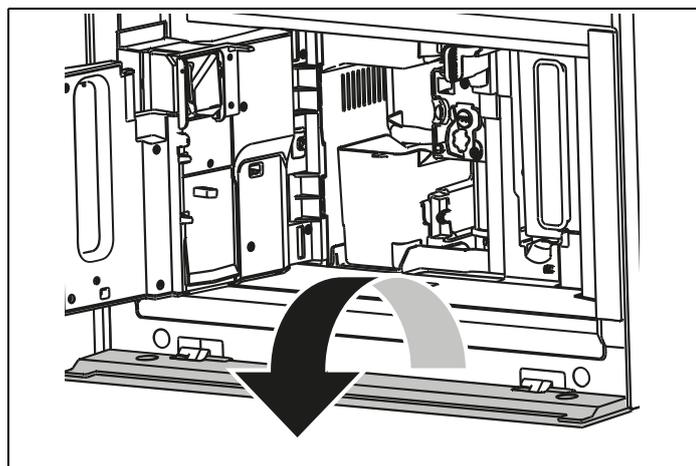
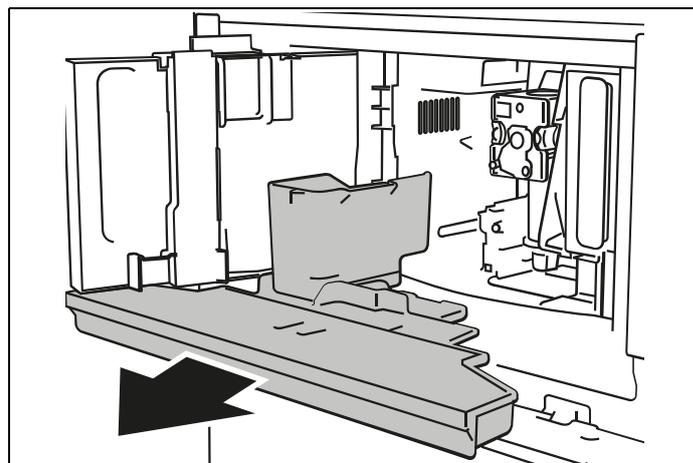

Fig. 42
Fig. 43
- 1) Ouvrez la porte inférieure en la tournant vers le bas (Fig. 42).
- 3) Retirez le bac collecteur (A14) (Fig. 43), videz-le et nettoyez-le.
- Ouvrez la porte (Fig. 42). Retirez le bac collecteur et le bac à marc de café (**A4**) (Fig. 43) ;
- 3) Retirez le bac collecteur et le bac à café usagé (Fig. 43).